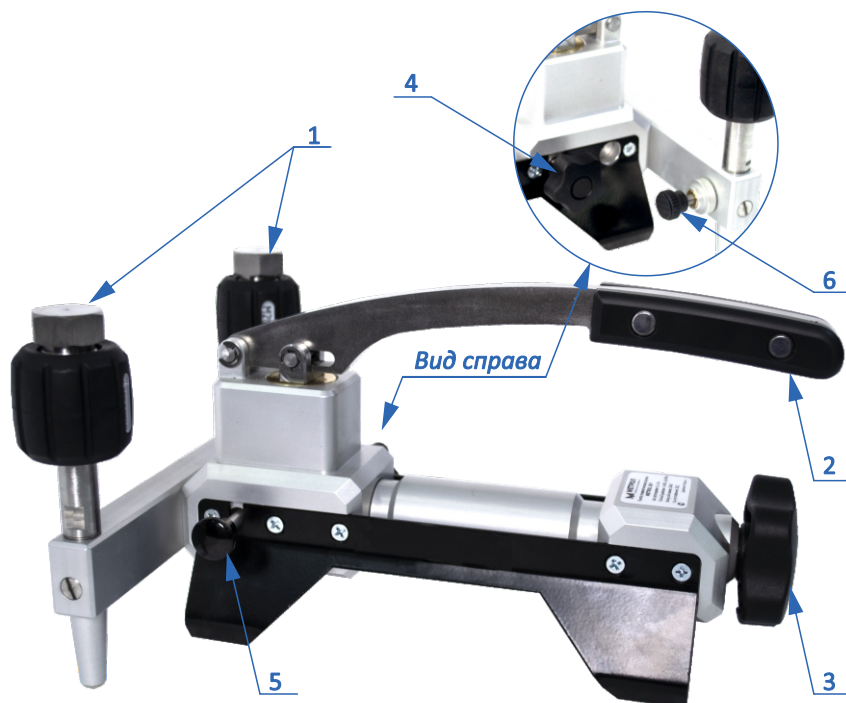
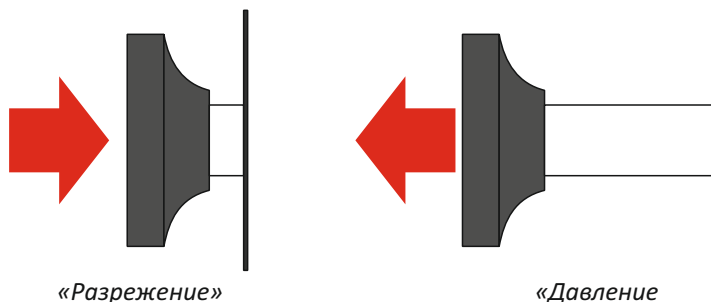

Рисунок 1 – Основные составные элементы помпы
Рисунок 2 – Положение переключателей режимов работы
1. Перед использованием помпы убедитесь, что на посадочных местах средств измерения (поз. 1, рис. 1) установлены уплотнительные кольца. Установите эталонное и поверяемое средства измерения давления на посадочные места (поз. 1, рис. 1).
- Установите переключатель режимов работы (поз. 5, рис. 1) в положение «давление» (рис. 2).
- Выкрутите винт точной регулировки (поз. 3, рис. 1) и отсечной винт (поз. 4, рис. 1) пневматического насоса до упора.
- Вкрутите винт сброса давления (поз. 6, рис. 1).
- Плавными движениями поднимайте и опускайте ручку пневматического насоса (поз. 2, рис. 1) для создания давления.
- При достижении значения давления в системе близко к нужному вкрутите отсечной винт пневматического насоса (поз. 4, рис. 1) до упора.
- Для точной настройки плавно вращайте винт точной регулировки (поз.3, рис. 1) по часовой стрелке для увеличения давления, и против часовой стрелки для его снижения.
- Обратное снижение давления производится кратковременным открытием винта сброса давления (поз. 6, рис. 1) с последующей подстройкой с помощью винта точной регулировки (поз.3, рис. 1).
- После завершения работы выкрутите винт сброса давления (поз. 6, рис. 1), отсечной винт (поз. 4, рис. 1), снимите средства измерения с посадочных мест.
1. Перед использованием помпы убедитесь, что на посадочные места средств измерения (поз. 1, рис. 1) установлены уплотнительные кольца. Установите эталонное и поверяемое средства измерения давления на посадочные места (поз. 1, рис. 1).
2. Установите переключатель режимов работы (поз. 5, рис. 1) в положение «разрежение» (рис 2).
3. Вкрутите винт точной регулировки (поз. 3, рис. 1) и выкрутите отсечной винт (поз. 4, рис. 1) пневматического насоса до упора.
4. Вкрутите винт сброса давления (поз. 6, рис. 1).
5. Плавными движениями поднимайте и опускайте ручку пневматического насоса (поз. 2, рис. 1) для создания давления.
6. При достижении значения давления в системе близко к нужному вкрутите отсечной вентиль пневматического насоса (поз. 4, рис. 1) до упора.
7. Для точной настройки плавно вращайте винт точной регулировки (поз.3, рис. 1) против часовой стрелки для увеличения разрежения, и по часовой стрелке для его снижения.
8. Обратное снижение давления производится кратковременным открытием винта сброса давления (поз. 6, рис. 1) с последующей подстройкой с помощью винта точной регулировки (поз.3, рис. 1).
9. После завершения работы выкрутите винт сброса давления (поз. 6, рис. 1) и отсечной вентиль (поз. 4, рис. 1), снимите средства измерения с посадочных мест.